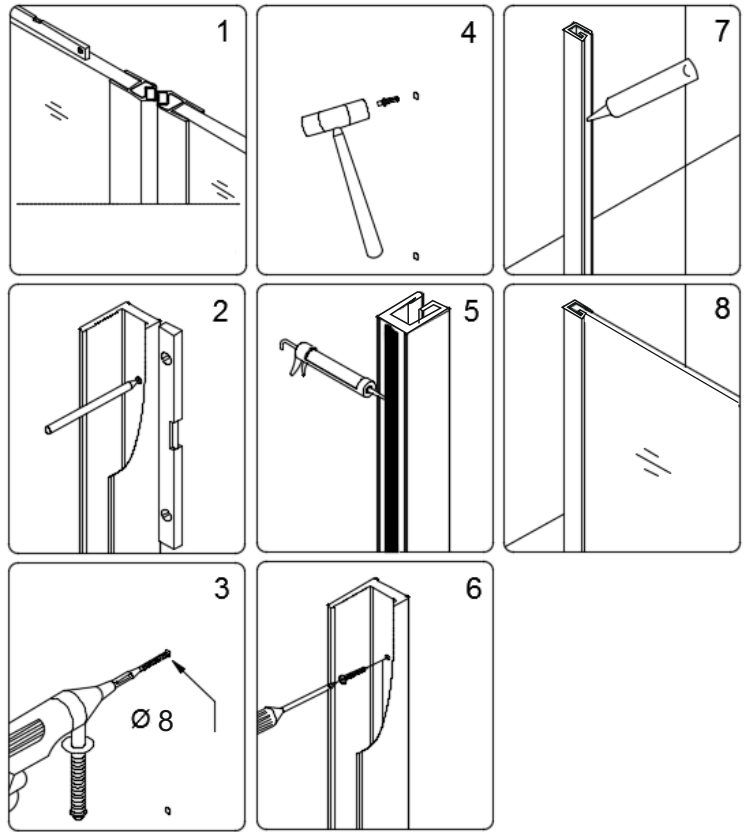

Рис. 6
5. Установите магнитные уплотнители (6) на дверной панели (1) и стационарные панели (8), а затем установите пристенный профиль (9) в неподвижное стекло (8). Держите дверную панель (1) и прислоните к неподвижному стеклу (8), так чтобы магнитные уплотнители плотно связались друг с другом сверху вниз, а затем отметьте положение пристенного профиля (9) на стене карандашом, уберите неподвижное стекло в сторону и просверлите отверстия Ø 8 мм на стене. Нанесите силикон вдоль задней стены профиля (9), а затем закрепите профиль (9) к стене винтом с потайной головкой ST4.2 × 40 (13) в анкера стенки (15). Затем нанесите силикон вдоль внутренней части стены профиля (9) в канавку; вставьте неподвижное стекло (8) в пристенный профиль снова (Примечание: Круглое отверстие на стеклянной панели должны быть внизу и на противоположной стороне стены). См Рис. 6 инструкции.